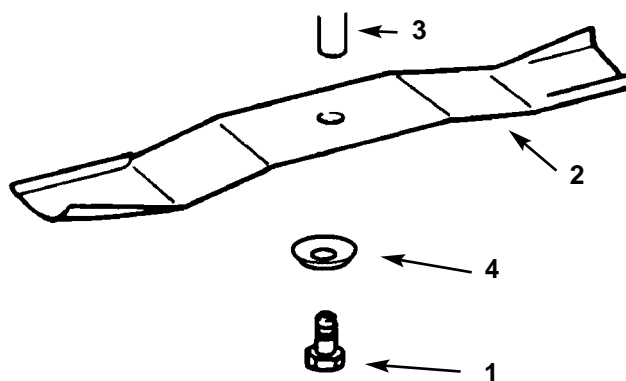

Figure 36
1. Poser la lame, la pièce de retenue, la rondelle incurvée (côté concave vers la lame) et le boulon (Fig. 36).